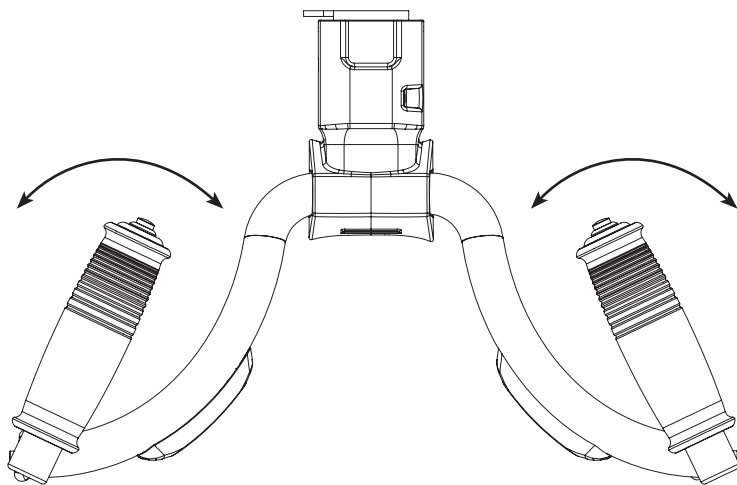

Fig. FS-19
Étape 2: Réglez la poignée à la position désirée, puis serrez l'écrou nylock et réinstallez l'écrou nylock (voir la Fig. FS-19).